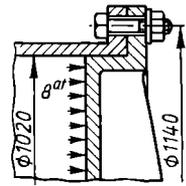

Bild 34
63. Die Deckelschrauben eines Dampfzylinders von 1020 mm Dmr. (Bild 34) sind zu berechnen für eine zulässige Zugspannung von 400 kp/cm^2 . Dampfdruck 8 at. Schraubenloch-Kreisdurchmesser 1140 mm . Die Entfernung zweier Schrauben voneinander von Mitte bis Mitte soll zur Erzielung sicherer Flanschendichtung höchstens 150 mm betragen.